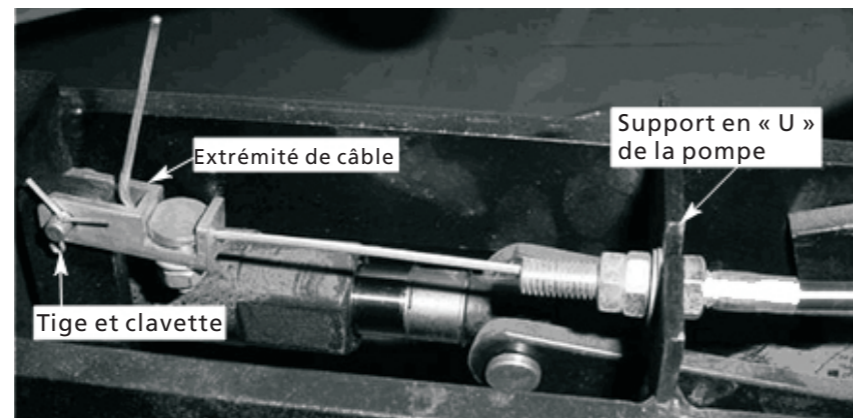

Figure 2
Après avoir déballé le chariot, repérer la poignée et les boulons. Aligner la partie inférieure de la poignée avec les trous de montage de la poignée situé sur le bâti et installer les boulons dans le levier. Il est important d'éviter de plier le câble pour éviter une défaillance du mécanisme de dégagement. Serrer les deux (2) boulons de la poignée en utilisant une clé à molette. Repérer la pédale. Juste en dessous du bâti, à la même extrémité du chariot que le levier, se trouve un support permettant d'y glisser la pédale. Aligner le ou les trous du boulon, installer le ou les boulons, la rondelle et l'écrou puis serrer avec une clé. Pour installer le câble, pomper la pédale afin d'élever la table et de permettre l'accès au vérin. Engager la butée de sécurité. Placer « l'extrémité du câble » par-dessus le levier de commande de la pompe, faire glisser la tige à travers l'ensemble et le levier de commande, insérer la clavette est la plier à l'aide de pinces pour la fixer solidement, comme indiqué dans la Figure 2.